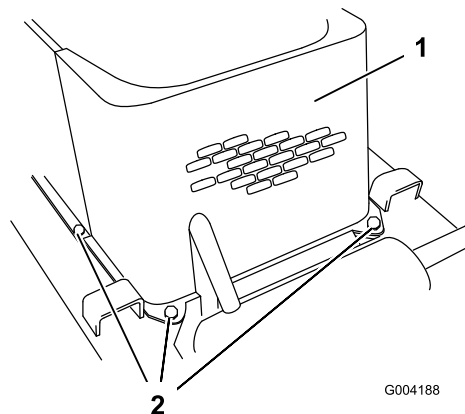

Figura 32
5. Retire los 4 pernos que sujetan la rejilla delantera al bastidor de la unidad de tracción (Figura 32).